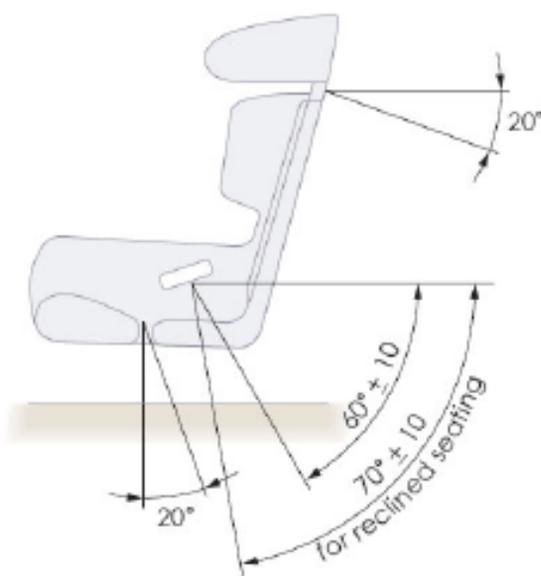

Figura 4. Vista laterale per mostrare gli angoli cintura consigliati
2.4 La sezione posteriore della bretella dovrebbe formare un angolo verso il basso dal punto più in alto di contatto con l'HANS® al punto di ancoraggio sull'automobile, preferibilmente di 20°, sotto l'orizzontale, angoli tra 0° e 20° possono essere accettabili come mostrato nella figura 4.